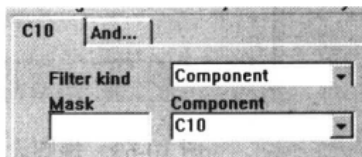

图 10-69 规则范围设置为指定的元件
- **Component:** 指定元件。选择此项后，规则适用范围为指定的元件，可在 Component 下拉列表中选择元件名称，如图 10-69 所示。